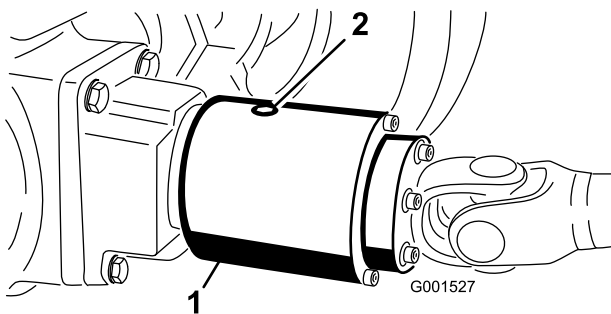

Figura 63
3. Gire el embrague hasta que el tapón esté orientado hacia abajo (**Figura 63**)